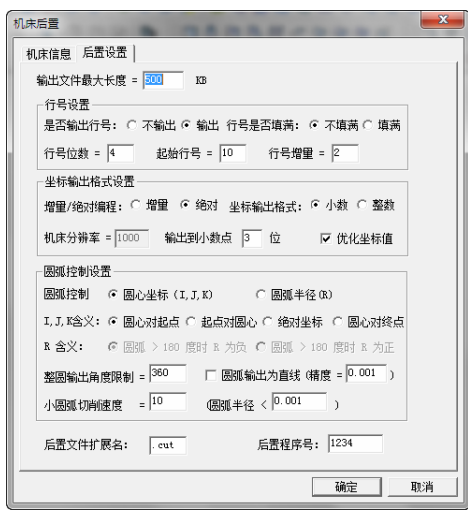

图 8-114 “后置设置”对话框
- 2) 选择“后置设置”选项卡，根据当前的机床设置各参数，如图 8-114 所示。